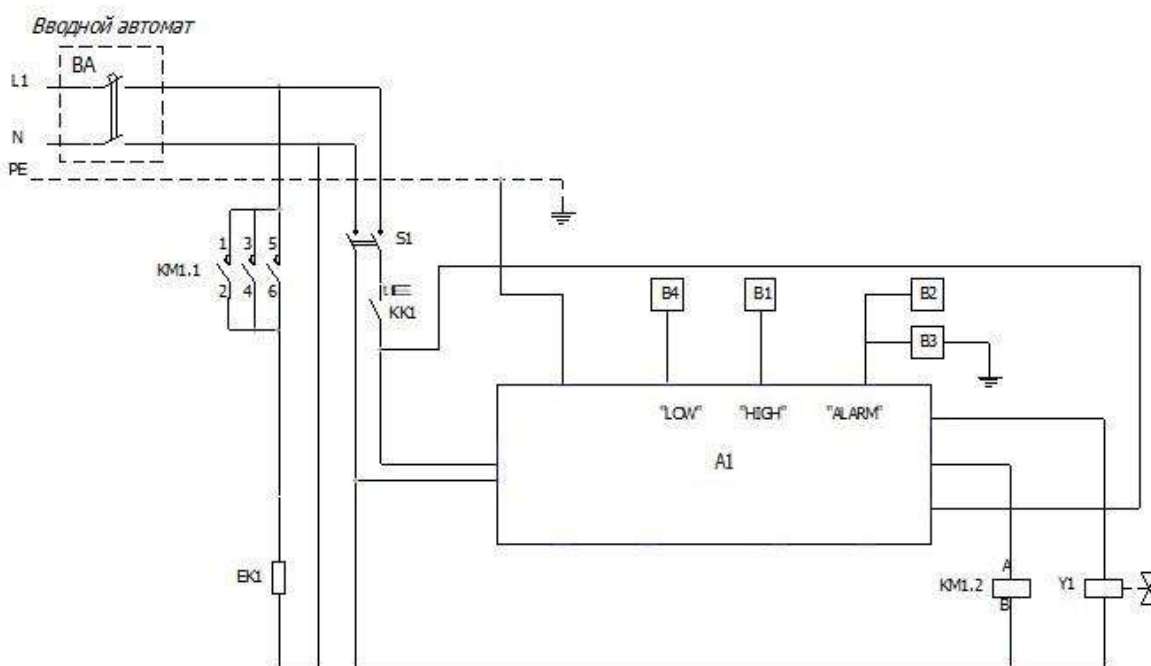

Рисунок 3. Схема электрическая принципиальная аквадистиллятора Liston A 1104.
4.2.2.1. Подключение аквадистиллятора к сети производится с помощью вводного автоматического выключателя ВА (Рисунок 3 , Рисунок 4), устанавливаемого потребителем и предназначенного для защиты от перегрузок и коротких замыканий электрических цепей напряжением до 500В переменного тока, оперативных включений и отключений указанных цепей и выбирается из расчета установки по току срабатывания  $10I_n$  (где  $I_n$ -номинальный ток).